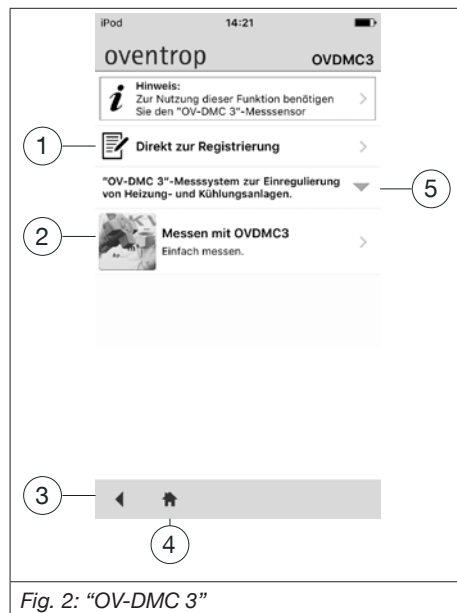

Fig. 2: “OV-DMC 3”
- ▷ Se abre el menú “**OV-DMC 3**”. (véase Fig. 2 en página 25)